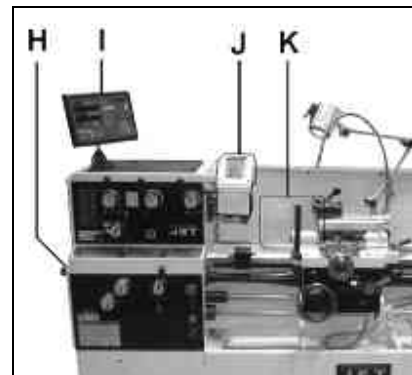

Fig 2-2
Le cache courroie (H, Fig 2-2) et le protège mandrin (J) sont surveiller par interrupteurs électrique. Pour démarrer la machine il faut les fermer.